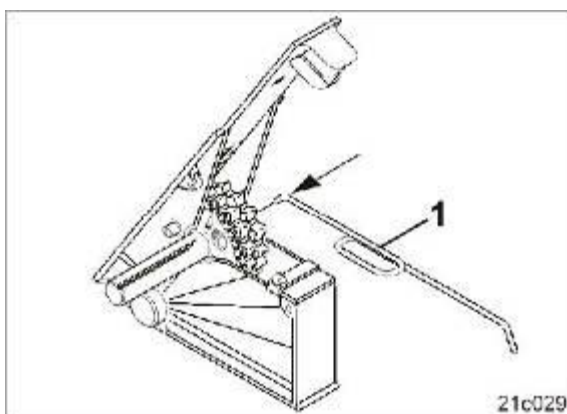

Рис.55
2. До упора прижмите штифт входящим в комплект поставки ключом (Рис. 55/1) к мелкосемянным высевальным катушкам.